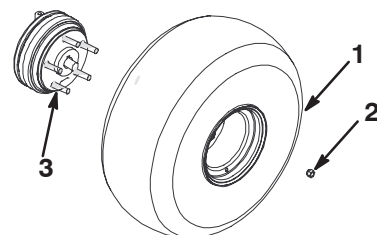

Figure 2
3. Montez les roues avec les fixations retirées précédemment (Fig. 2) et serrez les à 61–88 Nm.